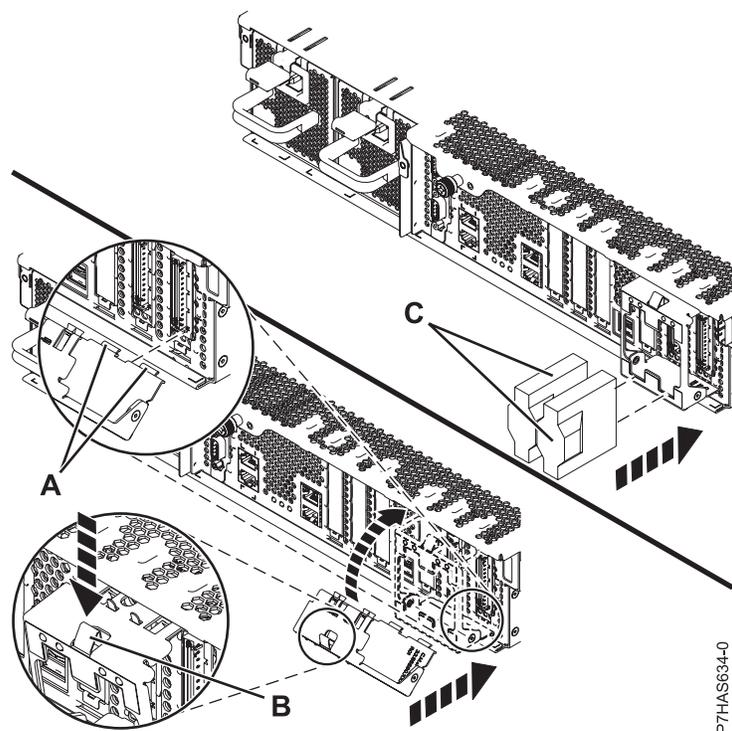

図 10. ケーブル保持ブラケットの取り替え
8. ケーブル保持ブラケット (13 ページの図 10 に示す) が提供されている場合は、以下のステップを実行します。
- a. ケーブル保持ブラケット (A) を 13 ページの図 10 に示されているように斜めにして、ブラケット下部にあるタブをアセンブリーのスロットにはめ込みます。
- b. ケーブル保持ブラケットをシャーシ方向へ回転させ、ブラケット・ファスナー (B) をシャーシの開口部に押し入れてブラケットを固定します。
9. システムの背面から、アダプター・ケーブル (C) を取り付けます。